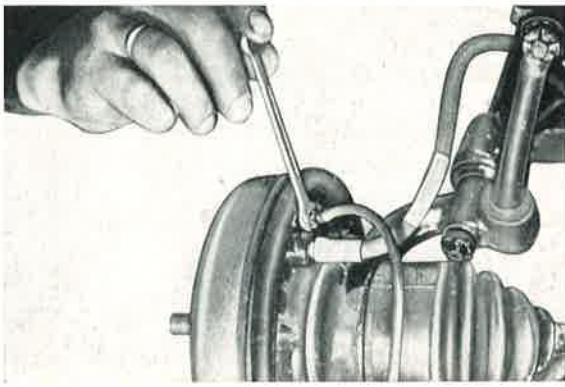

Bild 481: Wenn Anschlußnippel gesäubert und Bremschlauch aufgesetzt ist, wird Entlüftungsventil geöffnet.
- c) Entlüfterschraube öffnen (Maulschlüssel 7 mm) (Bild 481)